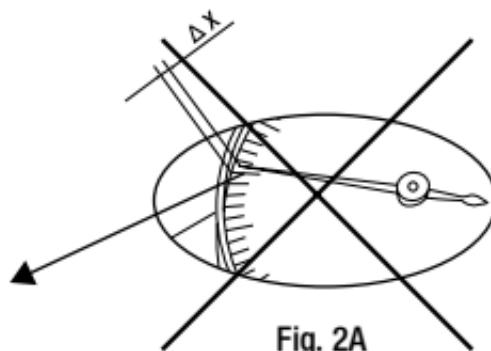
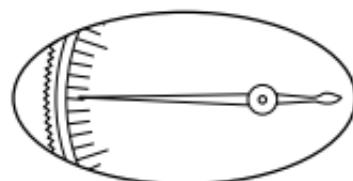

Fig. 2A
Fig. 2B
Erreur de parallaxe : durant la mesure, faire preuve d'une attention particulière afin d'éviter les erreurs de parallaxe (Δx). Ces erreurs surviennent lorsque le point d'observation n'est pas à l'aplomb des graduations (fig. 2A). Effectuer la lecture perpendiculairement à l'affichage du cadran (3) (fig. 2B).